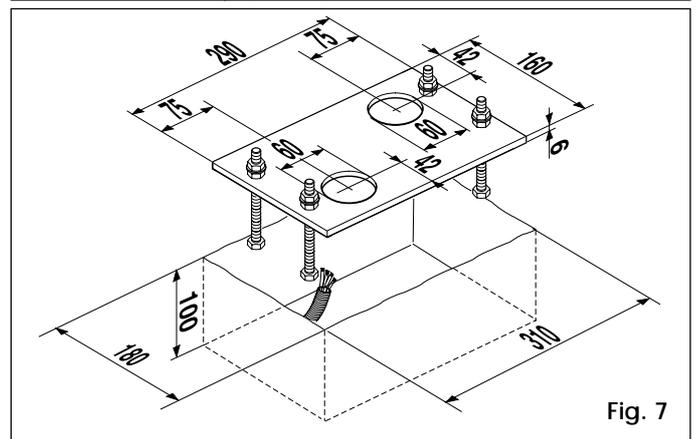

Fig. 7
- 3) Realizar el plinto de cimentación como muestra la Fig. 7 y empotrar la placa colocando una o más fundas para el paso de los cables eléctricos. Verificar la perfecta horizontalidad de la placa mediante un nivel, y dejar fraguar el